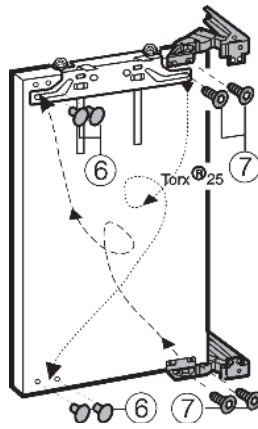

Fig. 5
- ▶ Dévisser Fig. 5 (7) les charnières de la porte, les changer de côté en diagonale et les visser avec un couple de serrage de **4 Nm**.
- ▶ Boucher les trous de fixation vides avec les caches fournis Fig. 5 (6).